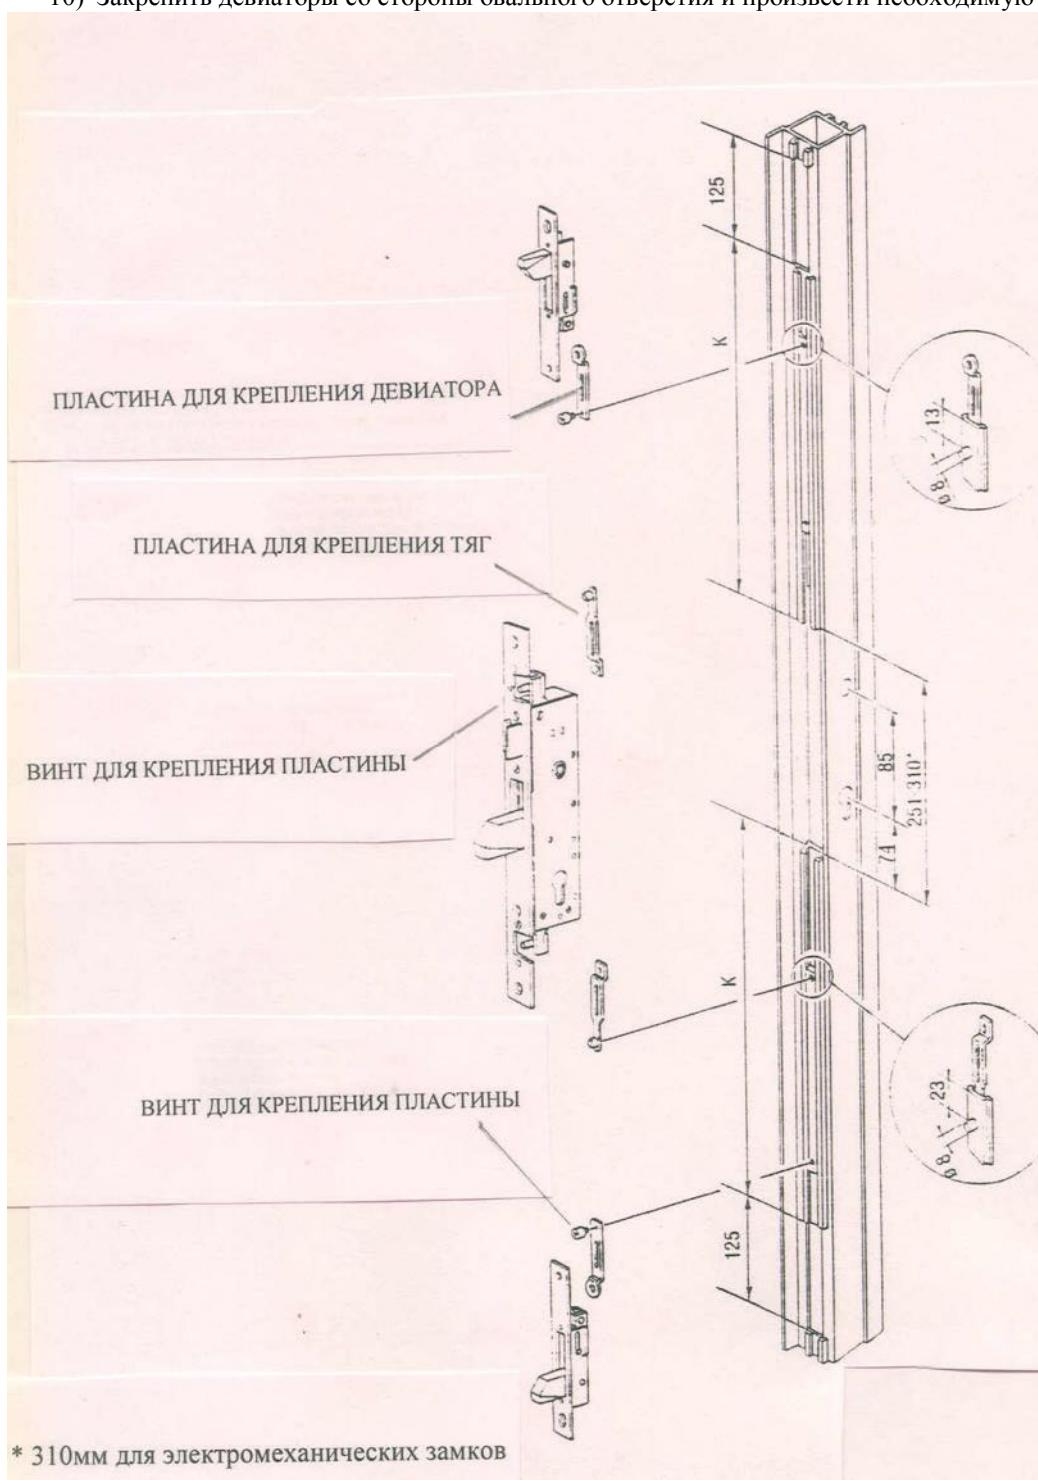

Рис.14
- 3) Проделать на концах внешних тяг отверстия, как показано на рис.14.
- 1) Проделать пазы для замка и девиаторов, как показано на рис. 14.